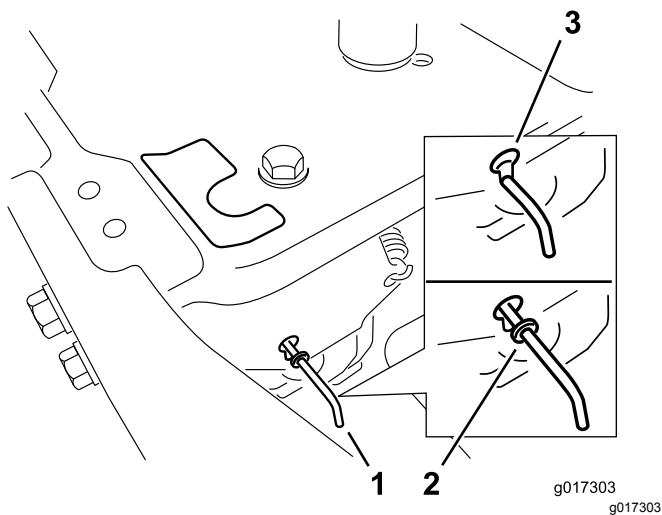

Figure 23
4. Amenez les leviers de dérivation en avant dans l'encoche en trou de serrure, puis vers le bas pour les verrouiller en position, comme montré à la Figure 23. Assurez-vous de le faire pour chaque levier.
Déplacez les leviers de dérivation en arrière dans l'encoche en trou de serrure, puis vers le bas pour les verrouiller en position, comme montré à la Figure 23. Assurez-vous de le faire pour chaque levier.